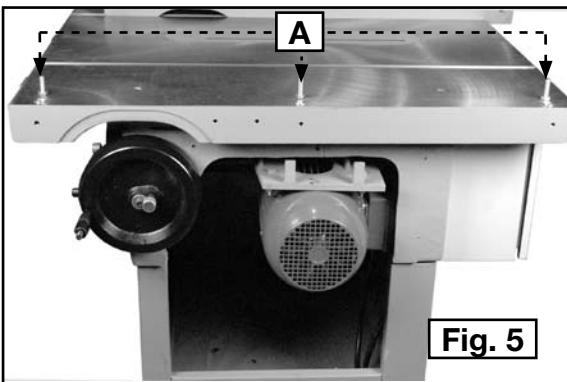

Fig. 5
Fixer la rallonge à la scie à l'aide de trois boulons à tête hexagonale de 35 mm x M10 (A) fig. 5.